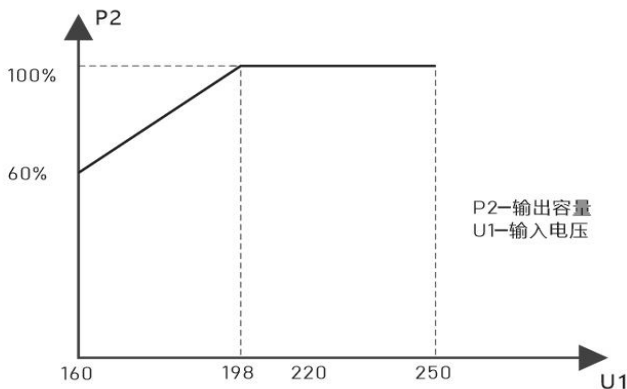

图1 稳压器输出容量曲线
4.2.1 输出容量与输入电压的关系见图1。
4.2.3 当输入电压低于198V时, 产品的输出容量应参照图1按比例降容使用。
7.2.2 本系列产品具有过电流（过载）保护功能，系统会根据输出容量曲线自动进行保护，选配稳压器前应关注输入端电网情况，如电网电压低于198V时，稳压器的输出容量将降低，须按4.2和图1的要求按比例减小负载使用。
7.2.3 使用110V输出时，最大容量仅为额定容量的50%，当输入电压低于198V时也应参照图1按比例减小负载使用。
c)输出过电流（过载）保护：当稳压器输出端所接负载过大，或输入端电压过低时超出输出容量曲线设定时（见4.2图1的要求），负载量显示条（红色段）将闪烁显示，同时发声告警，达到设定值时，系统控制输入端断路器脱扣保护。保护动作后需降低负载后手动开启断路器开关。
| 输入断路器脱扣断电             | 过电流后进入过电流（过载）保护。                                | 查看带载时面板负载量显示数据，输出负载过大或输入端电压过低时超出容量曲线规定时（见4.2和图1的要求），负载量红色指示条闪亮报警时，会进入过电流（过载）保护，使脱扣器动作。需根据输出容量曲线合理适配负载。   |